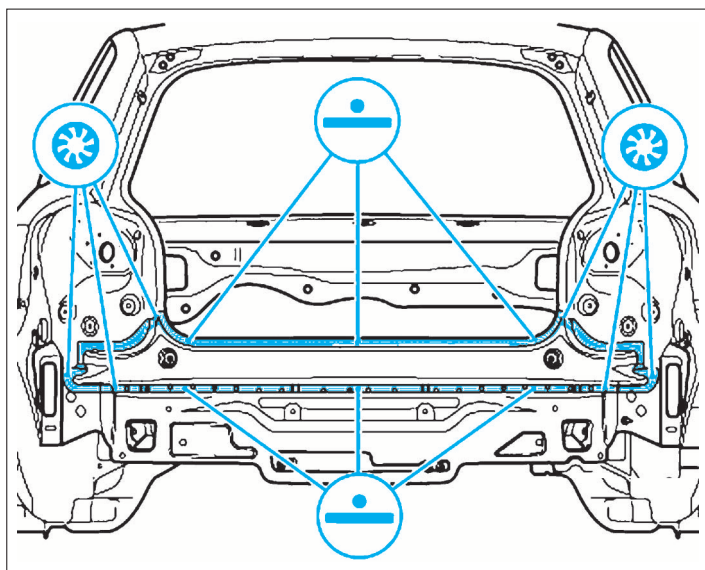

FIG. 40
- Souder la jupe, soudure par points en ligne droite (Fig.40).